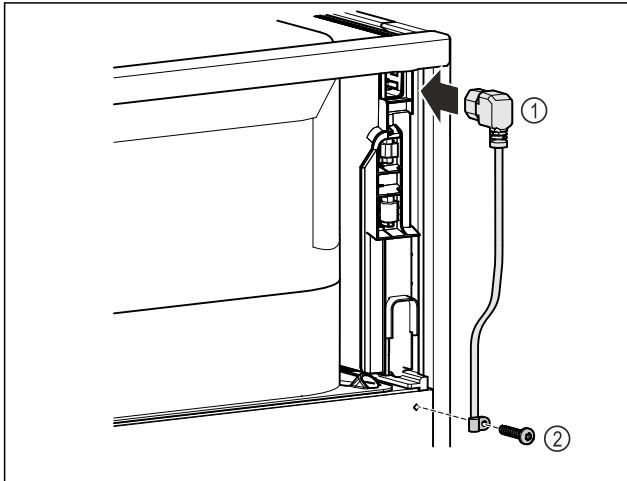

Fig. 75
- Inserire la presa del frigorifero del cavo di alimentazione Fig. 75 (1) sul retro dell'apparecchiatura.
- Montare il serracavo. Fig. 75 (2)